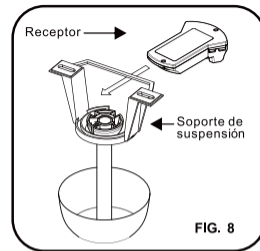

FIG. 8
Paso 1. Instale el receptor en la abrazadera de montaje, el lado plano debe quedar hacia arriba. (Fig. 8)